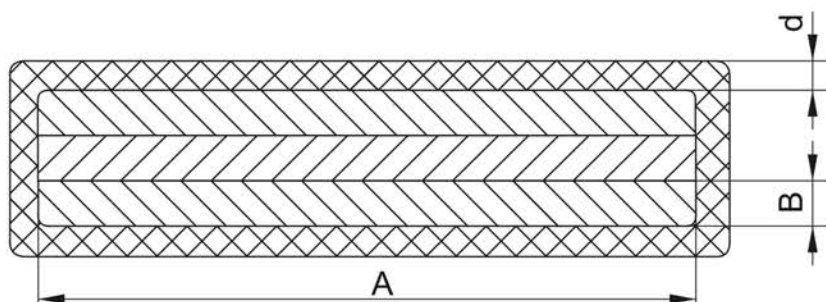

Рисунок 1
– d – толщина изоляции (рисунок 1) $2\pm 0,2$ мм;